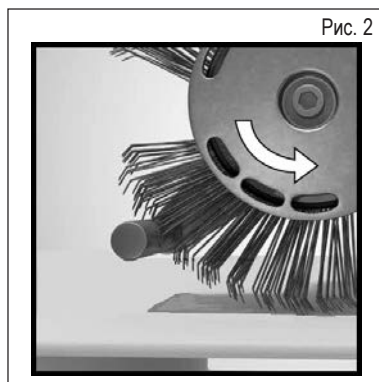

Рис. 2
- В правильном ли направлении вращается лента Bristle Blaster®? - Придайте щеточной ленте предусмотренное направление (см. раздел 7 "Ввод в эксплуатацию", рис. 2).